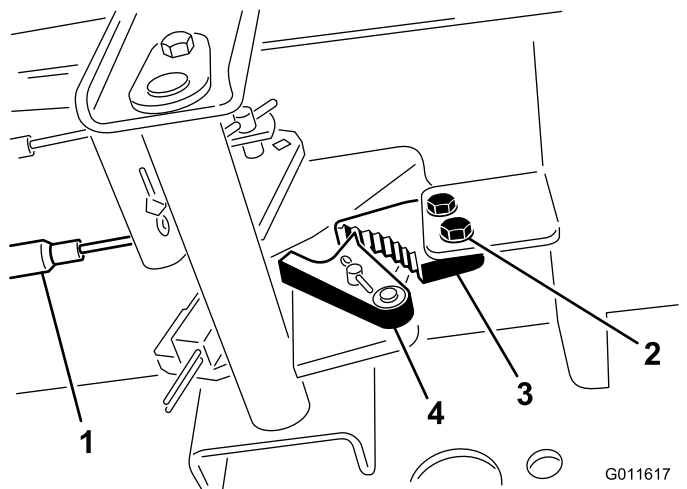

Рисунок 47
1. Ослабьте два винта крепления защелки стояночного тормоза к раме (Рисунок 47).
2. Нажимайте педаль тормоза вперед, пока углубление тормоза не войдет полностью в зацепление с защелкой тормоза (Рисунок 47).